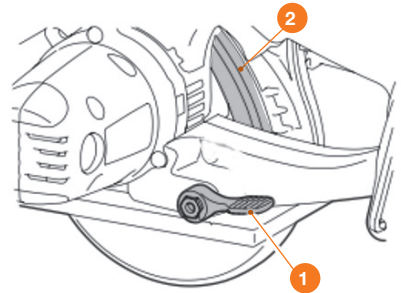

Рис. 4
- Ослабьте фиксатор **1** глубины пропила (Рис. 4).